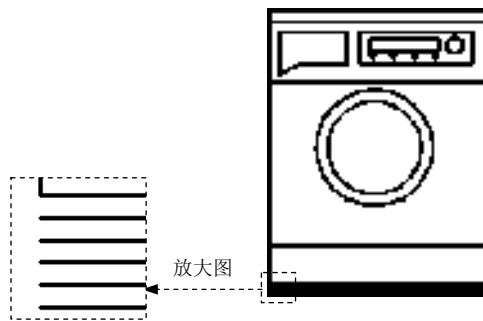

图 17.6.20 偏移其余直线
(2) 参照上一步依次创建其余偏移直线（共偏移出五条）偏移距离均为 10，完成后的图形如图 17.6.20 所示。